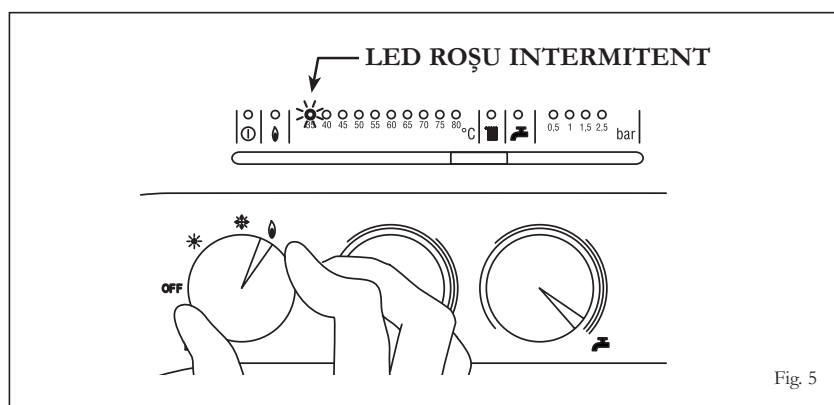

Fig. 5
– Intervenția termostatului de siguranță/fumuri (fig. 5)